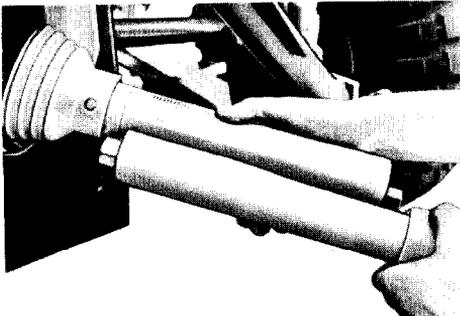

Abbildung 4
2. Beim ersten Anbau vordere Gelenkwellenhälfte auf die Schlepperzapfwelle stecken. **Gelenkwellenrohre jedoch nicht ineinanderschieben**, sondern durch Aneinanderhalten (Abb. 4) prüfen, ob die Gelenkwellenrohre in jeder Stellung einerseits noch mindestens 60 mm **ineinandergreifen** und andererseits nicht gegen die Kreuzgelenke stoßen. (Bei zu langen Gelenkwellenrohren müssen beide Seiten gekürzt werden.)